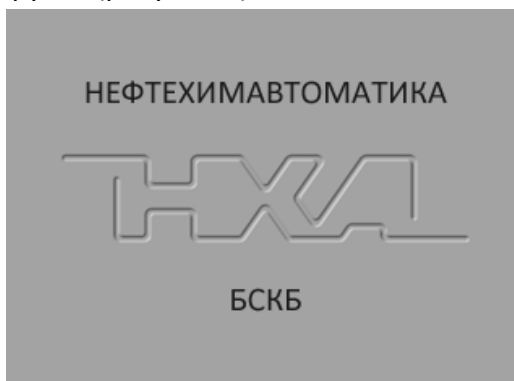

Рисунок 6 – Окно загрузки
- 3.3.3 Включить аппарат тумблером **«Сеть»** на левой торцевой стенке блока управления – на дисплее отобразится окно загрузки (рисунок 6).